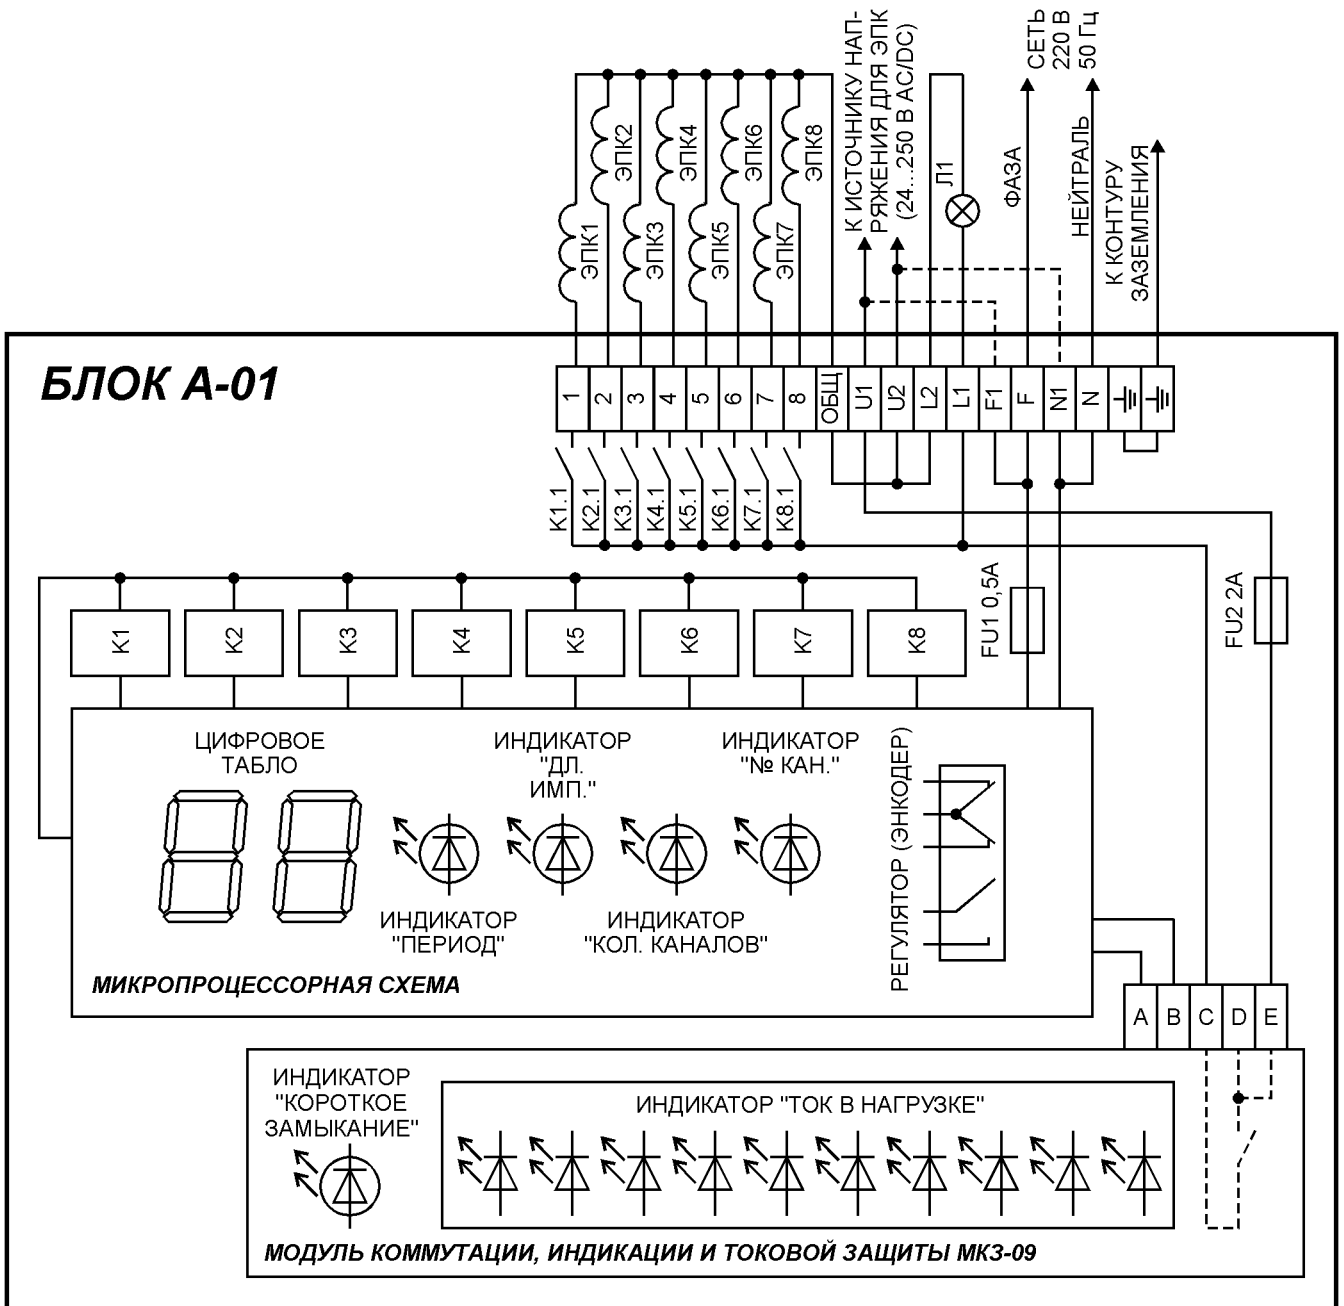

Рис. 2. Схема подключения и органы управления блока А-01.
Схема подключения, органы регулировки и индикации блока А-01 показаны на рис. 2.
7.4. Управляющие провода ЭПК подключаются к клеммам 1 - 8 (при количестве каналов – 8). Если число рукавов фильтра-циклона меньше 8, то для подключения ЭПК необходимо использовать соответствующее количество клемм блока, начиная с клеммы 1 (см. рис. 2).
7.6. К клеммам «U1» и «U2» при необходимости подключается внешний источник питания для ЭПК. Выходное напряжение источника должно на 6...7 В превышать номинальное рабочее напряжение применённых ЭПК и находиться в диапазоне от 24 до 250 В постоянного или переменного тока. Клемма «U2» внутри блока соединена с общим проводом всех ЭПК, поэтому при использовании ЭПК постоянного тока необходимо соблюдать требуемую для них полярность. Если катушки ЭПК рассчитаны на напряжение промышленной сети переменного тока (187 – 242 В, 49 – 51 Гц), то дополнительный источник питания не нужен: в этом случае внешними переключателями клемма «U1» соединяется с клеммой «F1», а клемма «U2» - с клеммой «N1». Эти соединения показаны на рис. 2 пунктирными линиями.